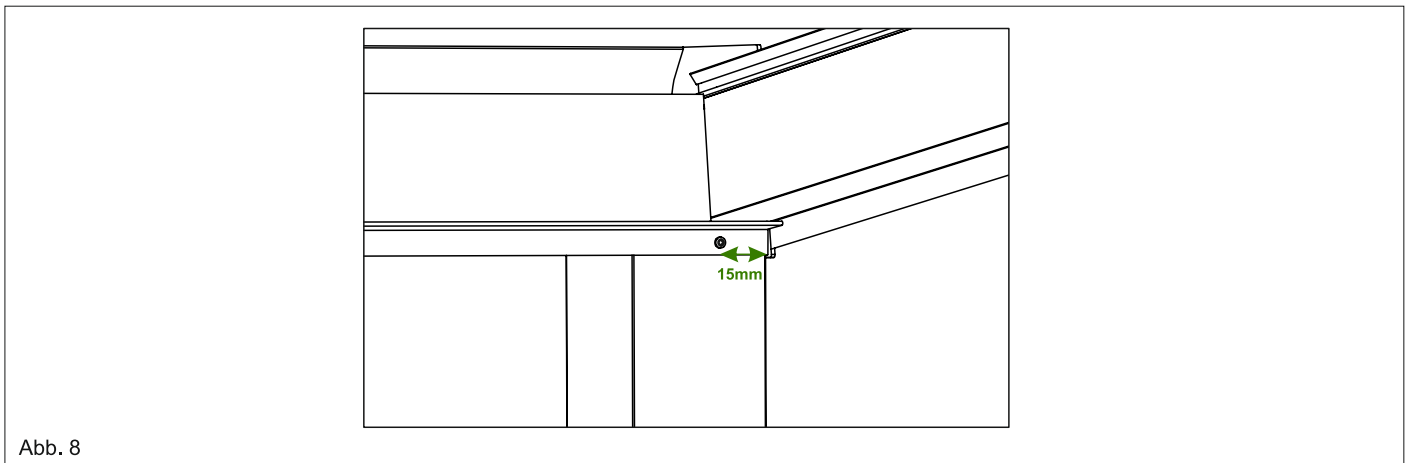

Abb. 8
A) B) 7. Befestigen Sie den Pfosten mit einer Bohrkopfschraube (19mm) an der Rinne fest. Bitte lassen Sie ca. 15mm Abstand von dem Rinnenrand (siehe Bild). Der Pfosten bleibt somit in dem ausgehobenen Erdloch hängen. Siehe Abb. 8.